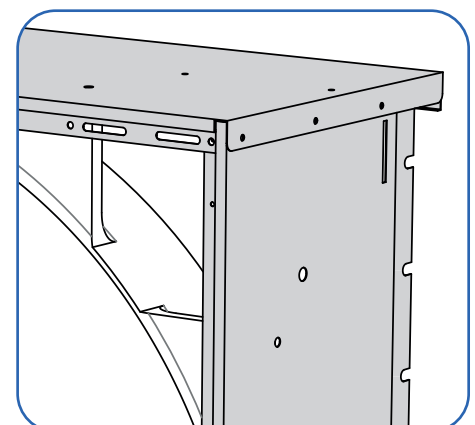

Fig. 28. No colocar remache en esquina superior derecha.
- No colocar remache en la esquina donde irá colocado el motor ya que posteriormente se montará la escuadra guía [07] en ese agujero (Fig.28).